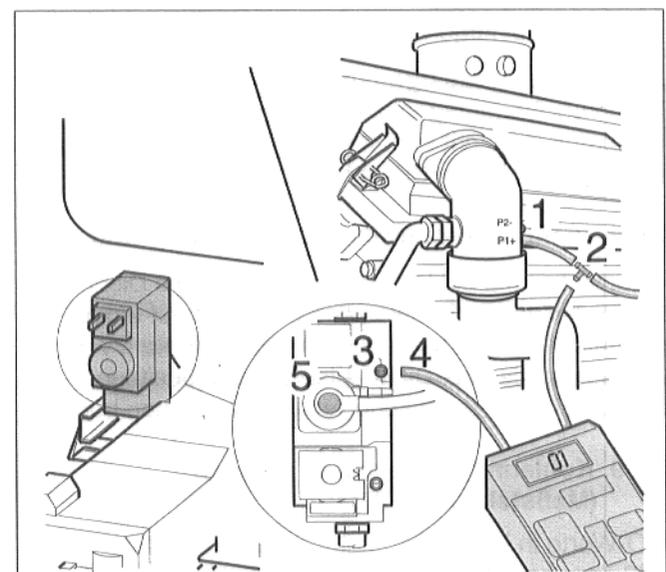

Abb. 25 Gas-Luft-Verhältnis kontrollieren und einstellen
- Schlauch an der Gas/Luftdüse abziehen (Abb. 25, Pos. 1) und Schlauch mit T-Stück dazwischenschalten (Abb. 25, Pos. 2).
- Schraube im Meßnippel für Brennerdruck (Abb. 25, Pos. 3) zwei Umdrehungen lösen.
- Plusanschluß des Druckmeßgerätes mit einem Schlauch mit dem Meßnippel für Brennerdruck verbinden (Abb. 25, Pos. 4).
- Bei Abweichung Gas-Luftverhältnis an der Einstellschraube (Abb. 25, Pos. 5) nachregeln.
Der CO₂-Anteil bei Teillast muß 0,7 % kleiner als bei Vollast sein. Ist der Meßwert höher, bei Teillast das Gas-Luftverhältnis an der Stellschraube der Gasbrennerarmatur (Abb. 25, Pos. 5) einstellen.